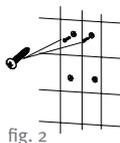

fig. 2
4. Visser les 2 vis fournies du haut en laissant 3 mm entre le mur et la tête de vis (fig. 2 et 3) pour accrocher le distributeur.
1. Ouvrir le capot avec clé fournie (fig. 2)
(fig.2)